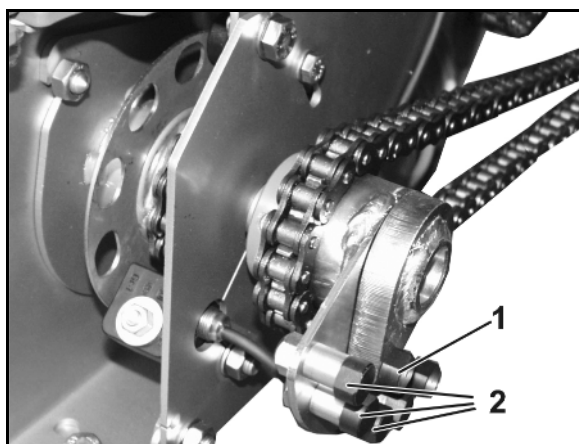

Fig. 116
2. Fermez la trappe (Fig. 116/1) s'il faut vider uniquement le doseur et non la trémie (voir en page 106).